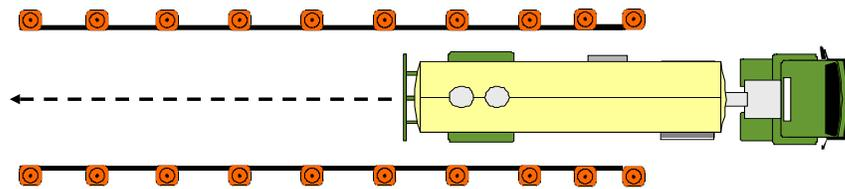

Figura 12.1
- Estos ejercicios se desde la Figura 12.1 hasta la 12.6.
Tal vez se le pida que dé marcha atrás con su vehículo en línea recta entre dos filas de conos sin tocar ni cruzar por encima de las líneas limítrofes del ejercicio. (Vea la Figura 12.1)